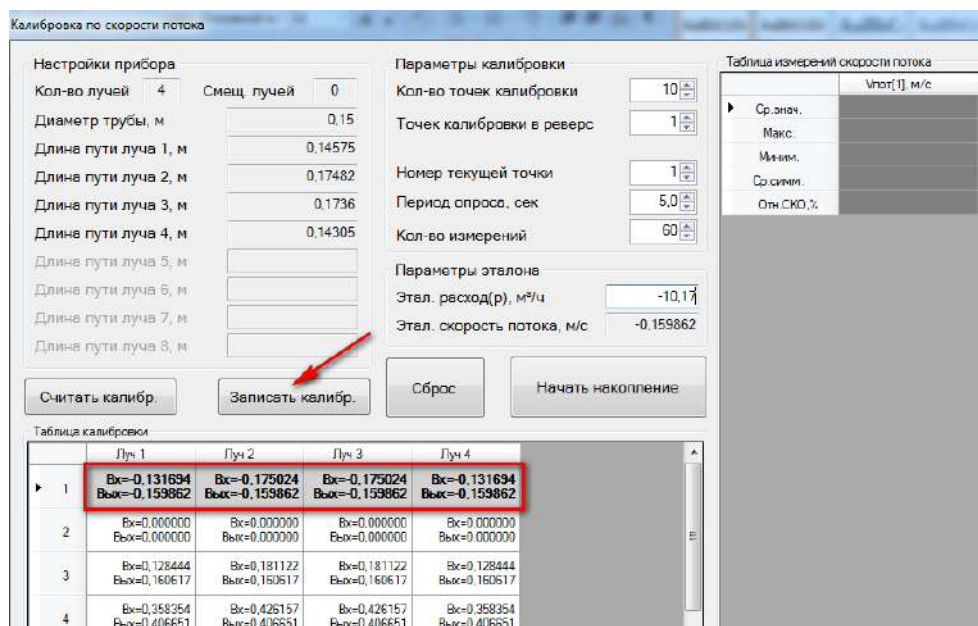

Рисунок 3.6
3) После окончания измерений программа автоматически выполнит расчет калибровочных коэффициентов с занесением результатов калибровки в Таблицу калибровки. Для применения результатов необходимо нажать кнопку «Записать таблицу калибровки» (рисунок 3.6).